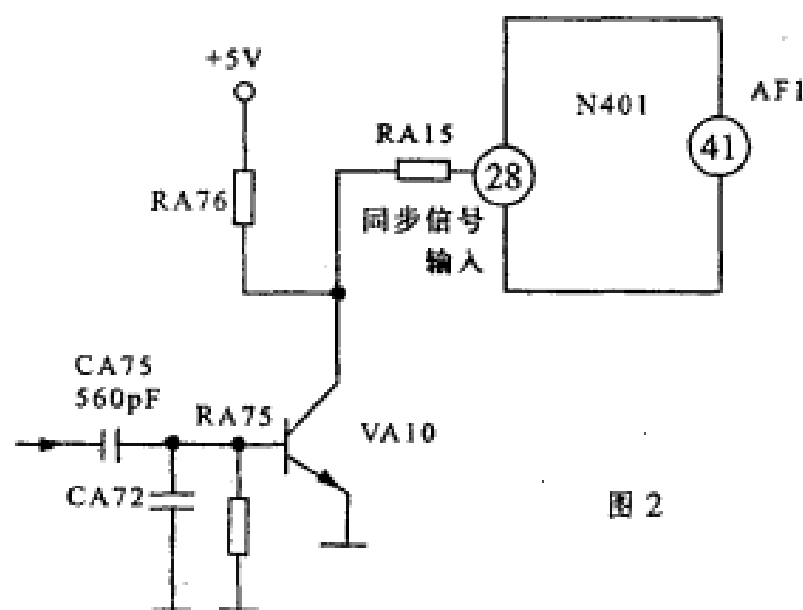

图2
分析检修:有关电路见图2所示。该机要完成搜台记忆工作,有两个必需条件:一是CPU第②脚要有足够幅度的视频同步信号;二是CPU第④脚要有足够幅度的AFT校正信号。开机,自动搜台,在搜台过程中,无论有无搜到电台,测CPU第②脚电压不变,总是4.8V,说明VA10截止。经检查VA10有关电路,发现CA75(560PF)开路。由于CA75电容内部开路,视频同步信号不能加至CPU第②脚,即使第④脚AFT信号正常,也缺少记忆的条件,所以不能记忆。更换之,故障排除。